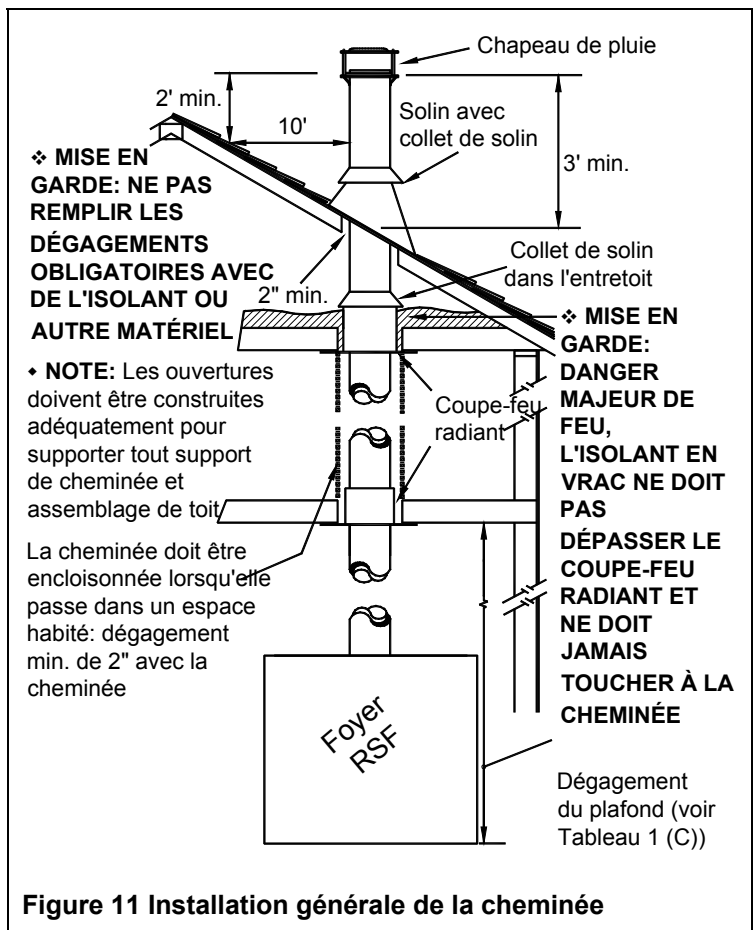

Figure 11 Installation générale de la cheminée
2. Installez, en dessous de chaque plancher/plafond traversé par la cheminée, un coupe-feu radiant. Au niveau de l'entretoit, installez un coupe-feu radiant et un collet de solin tel qu'illustré à la Figure 11.